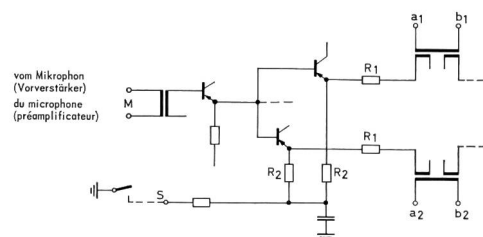

Fig. 3
Cet amplificateur se compose des organes d'émission, de réception, de raccordement de l'observation de service, du circuit de compensation ainsi que du «tipest». Le fonctionnement de ces différentes parties est visible sur les figures 3 à 7.
3.1 Organe d'émission (*fig. 3*)
3.1 Sendeteil (Fig. 3)